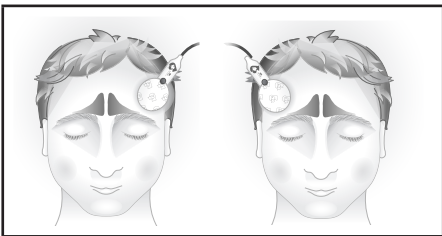

Figura 3-4: Aplicación del sensor en la frente del paciente
5. Coloque el cable de sensor alejado de la cara del paciente y aplique el sensor en la frente del paciente sobre el arco superciliar evitando el seno frontal (consulte la figura 3-4).